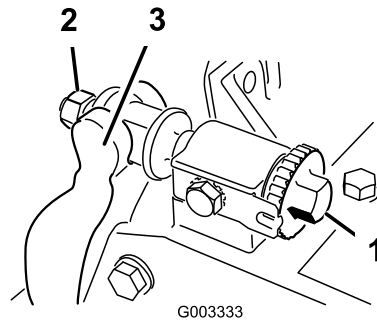

Bild 56
1. Drehen Sie die Einstellschraube des Untermesserträgers nach links, damit sich der Abstand zwischen Untermesser und Spindel vergrößert (Bild 56).